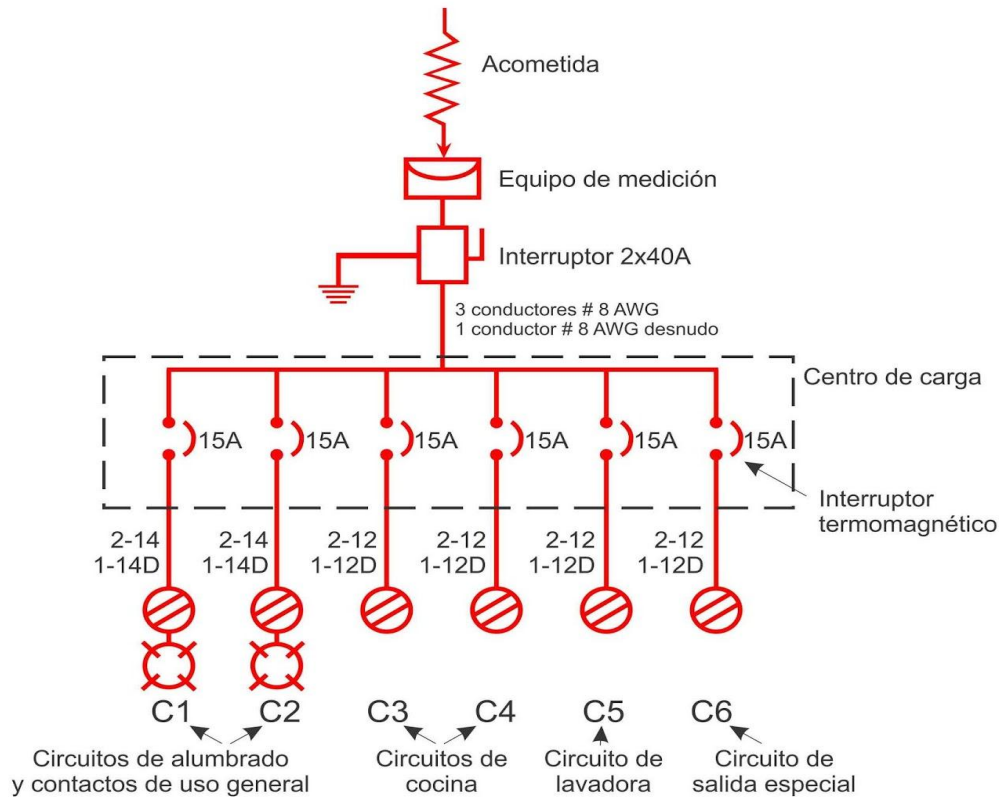

Figura 1. Diagrama Unifilar Residencial
3.5.1 Realizar montaje de un sistema monofásico trifilar alimentado a **220 Voltios**, en los módulos didácticos de instalaciones eléctricas del ambiente, el diagrama mostrado en la figura 1.